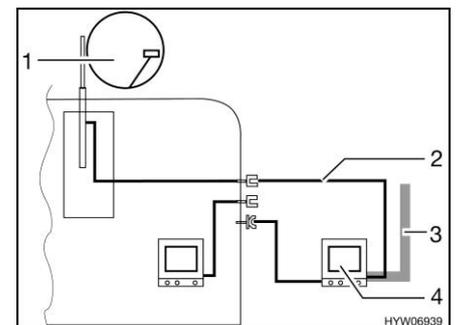

Fig. 152 TV dans l'auvent
- TV dans l'auvent (Fig. 152,4) : Raccord à l'antenne sur le toit (Fig. 152,1) avec câble d'alimentation (Fig. 152,2)
- TV dans l'auvent (Fig. 152,4) : Raccord à l'antenne extérieure (Fig. 152,3)